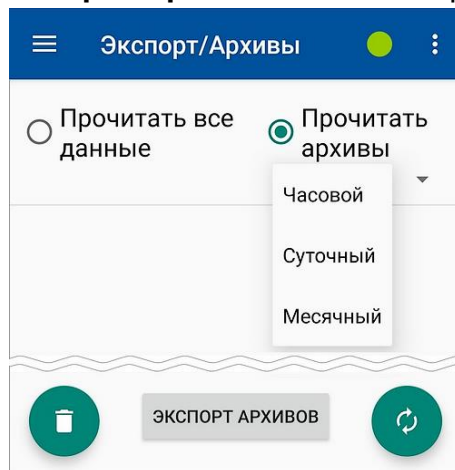

Рис.40. Вид дочернего окна «Экспорт / Архивы».
Вид окна **Экспорт / Архивы** показан на рис.40:
- **Прочитать архивы** – прочитать из расходомера и вывести на экран смартфона данные часового (суточного, месячного) архива. Тип архива выбирается из раскрывающегося списка (рис.40);